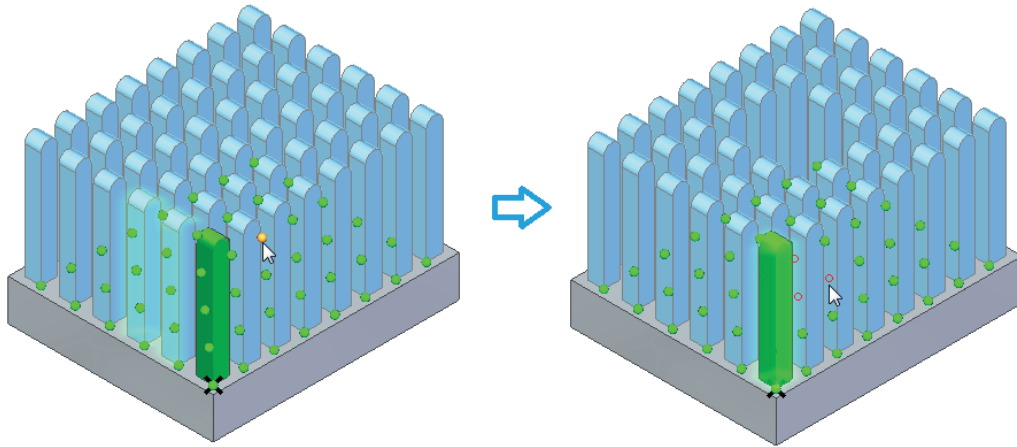

Рис. 2.5.3. Отключение отдельных элементов массива
- задать тип массива (F);
- изменить положение базовой точки (G);
- отключить элемент или группу элементов (H), щелкнув по значкам этих элементов ЛКМ (рис. 2.5.3) или выбрав их рамкой; повторный щелчок по значку элемента снова включает его; кнопка **Сброс** в меню команды снова включает все отключенные элементы;